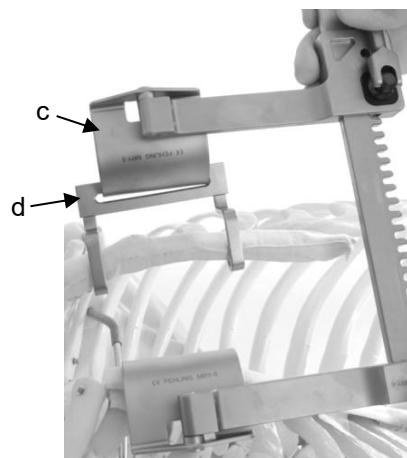

Fig. 10
- 6 Dans le cadre d'une sternotomie avec exposition de l'AMI avec les valves MRY-5 (c), la griffe BAYKUT (d) peut selon l'AMI à disséquer être poussée de l'extérieur sur la valve MRY-5 de chaque côté de la dissection, de manière à ce que les mors puissent être posés autant que possible sous le sternum du plan médian à latéral (cf. Fig. 10).